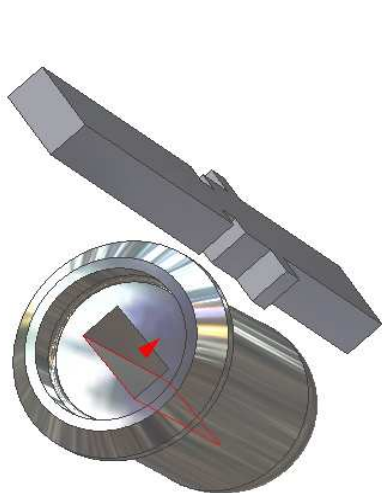
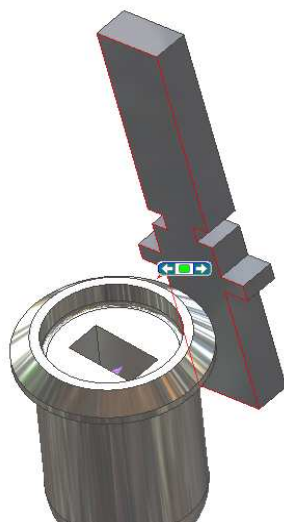

Рис. 133
Рис. 134
**Зависимости** - используем тип **Совмещение** - укажите ребро толкателя (рис. 133 а) -  - разверните кнопку и толкатель и укажите второе ребро совмещения на кнопке (рис. 133 б) - Применить (рис. 134).